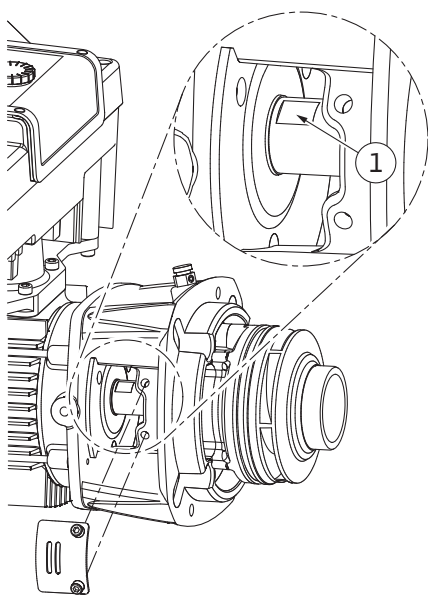

Fig. 110: Поверхности под ключ на валу
14. В окно промежуточного корпуса ввести гаечный ключ (SW22 мм) и зафиксировать им вал на соответствующих поверхностях под ключ (Fig. 110, поз. 1). Открутить гайку рабочего колеса (Fig. I, поз. 22). Рабочее колесо (Fig. I, поз. 21), автоматически снимается с вала.
3. В окно промежуточного корпуса ввести гаечный ключ (SW22 мм) и зафиксировать им вал на соответствующих поверхностях под ключ (Fig. 110, поз. 1).
10. В окно промежуточного корпуса (Fig. IV, поз. 38) ввести гаечный ключ (SW32 мм) и зафиксировать вал на поверхностях под ключ (Fig. 110, поз. 1). Монтировать рабочее колесо с подкладной шайбой (подкладными шайбами) и гайкой. Затянуть гайку. Избегать повреждений торцевого уплотнения из-за перекоса.